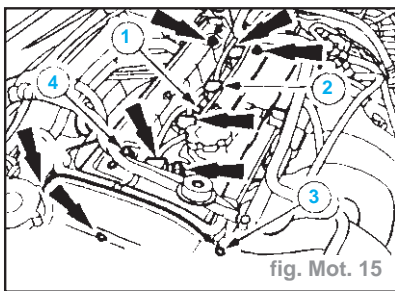

fig. Mot. 15
- Déposer le couvre-culasse à la verticale par le haut : (fig. Mot. 15)
- débrancher le connecteur de la sonde de température de culasse (sonde CHT) (1),
- débrancher les connecteurs de bougie, (utiliser l'outil spécial **303-622** pour les connecteurs de bougie coulés) (2),
- déposer les trois vis du carter supérieur de courroie de distribution (3),
- dévisser les écrous (4).
- débrancher les connecteurs de bougie (2) (utiliser l'outil spécial 303-622 pour les connecteurs de bougies coudés),
- dévisser les écrous (4),